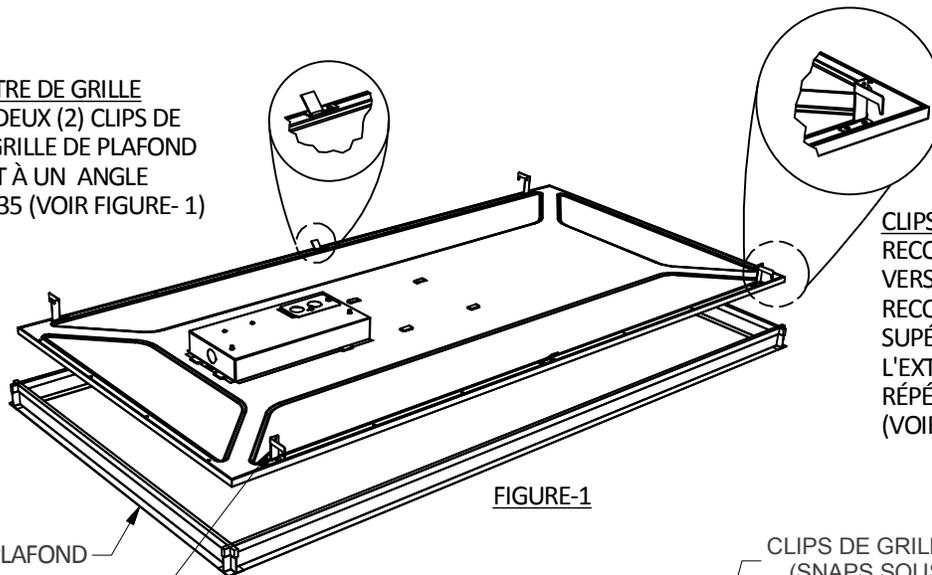

FIGURE-1
BEND (2) MIDDLE GRID CLIPS UP APPROX. 135° (SEE FIGURE-1)
BEND GRID CLIP UP 90°. THEN BEND TOP PORTION OF CLIP OUTWARD 90°. REPEAT FOR ALL FOUR CORNERS. (SEE FIGURE-1)
RECOURBER DEUX (2) CLIPS DE CENTRE DE GRILLE DE PLAFOND VERS LE HAUT À UN ANGLE D'ENVIRON 135 (VOIR FIGURE- 1)
RECOURBER LA CLIP DE GRILLE VERS LE HAUT À UN ANGLE DE 90°. RECOURBER ENSUITE LA PARTIE SUPÉRIEURE DES CLIPS VERS L'EXTÉRIEUR À UN ANGLE DE 90°. RÉPÉTER POUR LES QUATRE COINS. (VOIR FIGURE-1)